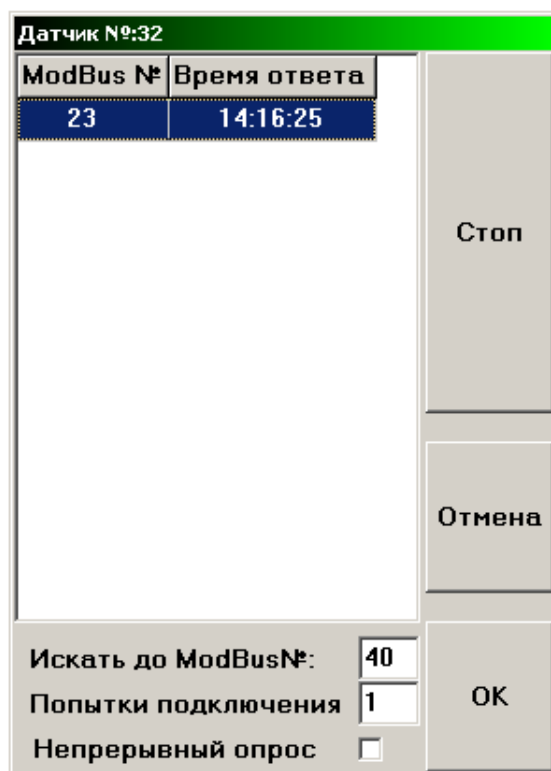

Рис. 6.8 Поле поиска датчика
2) нажатие кнопки «Поиск» включает автоматический опрос датчиков, генерируя адреса с 1-го до указанного в поле «Искать до Modbus №». На экране высвечивается окно, изображённое на рис.6.8. Программа добавляет найденные датчики в список. После опроса всех ModBus номеров (если не стоит флажок «Непрерывный опрос») поиск прекращается. Чтобы подключиться к одному из найденных датчиков для дальнейшей работы, выберите его в списке и нажмите клавишу «ENTER» или кнопку - «ОК».